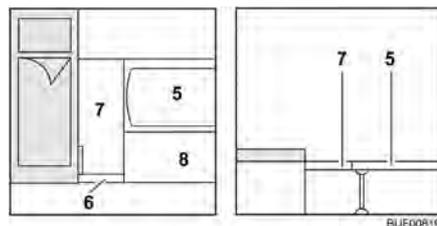

Fig. 93 Pendant la transformation
- Fixer la planche supplémentaire (Fig. 93,6) avec charnière à bande au coffre d'assise (Fig. 93,8) et la déplier.
- Poser la planche supplémentaire (Fig. 93,7) dessus.